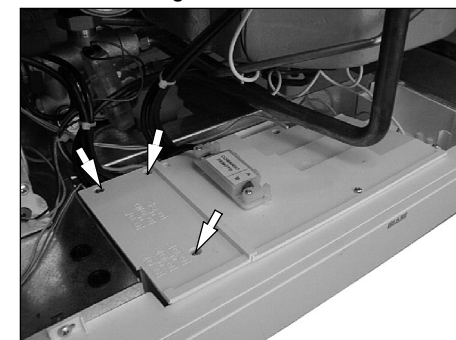

fig. 7.4
- 5 Svitare le viti e rimuovere il coperchio copri morsetteria fig. 7.4